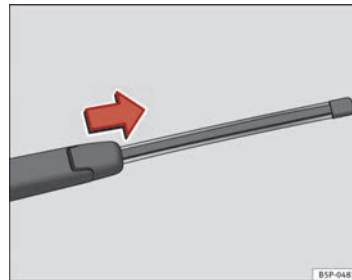

Abb. 168 Heckwischerblatt abnehmen
- Klappen Sie den Scheibenwischerarm von der Heckscheibe weg ⇒ **Abb. 168**.
- Schieben Sie den Wischerblattadapter in Pfeilrichtung und ziehen Sie das Wischerblatt ab ⇒ **Abb. 168**.